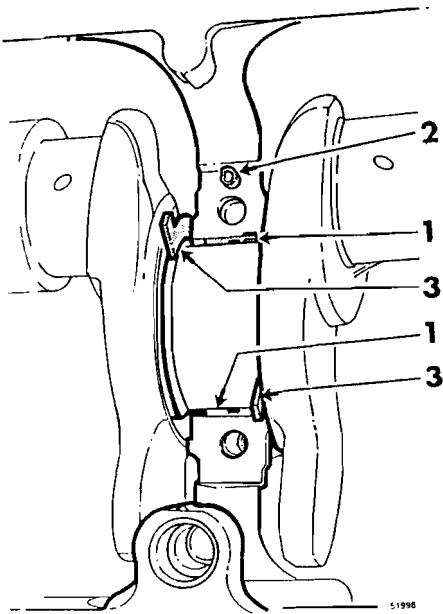

Fig. 146
- 25 Montar las arandelas de empuje (cojinete axial) a ambos lados del cojinete de bancada central. Gracias a las escotaduras de fijación las arandelas de empuje sólo pueden montarse en una posición, véase la fig. 146. El sombrerete de bancada intermedio tiene una escotadura que corresponde a una espiga fija, véase fig. 146, nro. 2.